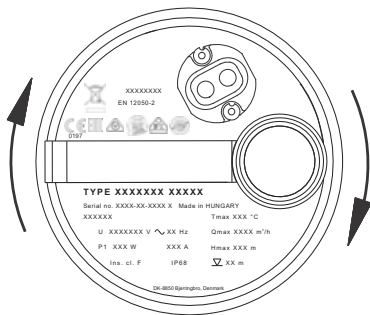

Рис. 8 Напрямок обертання
3. Після запуску спостерігайте за роботою насоса. Напрямок обертання електродвигуна правильний, якщо насос обертається незначними ривками за годинниковою стрілкою, дивіться рис. 8. Якщо напрямок обертання проти годинникової стрілки, необхідно поміняти місцями дві фази під'єднання до мережі живлення.